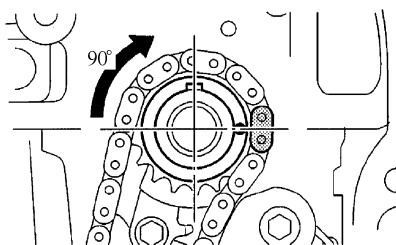

图 1-187 顺时针转动曲轴 90°
⑦ 对准机油泵驱动轴链轮的调节孔与机油泵的槽。
⑧ 将一个直径为 4mm 的条插入机油泵驱动轴齿轮的调节孔内，将齿轮锁止，然后拧紧螺母。
⑨ 按顺时针方向转动曲轴 90°，并将曲轴键朝上，如图 1-187 所示。